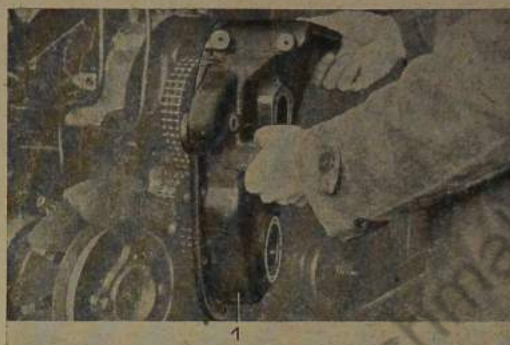

Bild 141: Steuergehäusedeckel abnehmen
15. Steuergehäusedeckel durch leichte Schläge mit Holzhammer aus den Paßstiften lösen, Steuergehäusedeckel abnehmen (Bild 141).